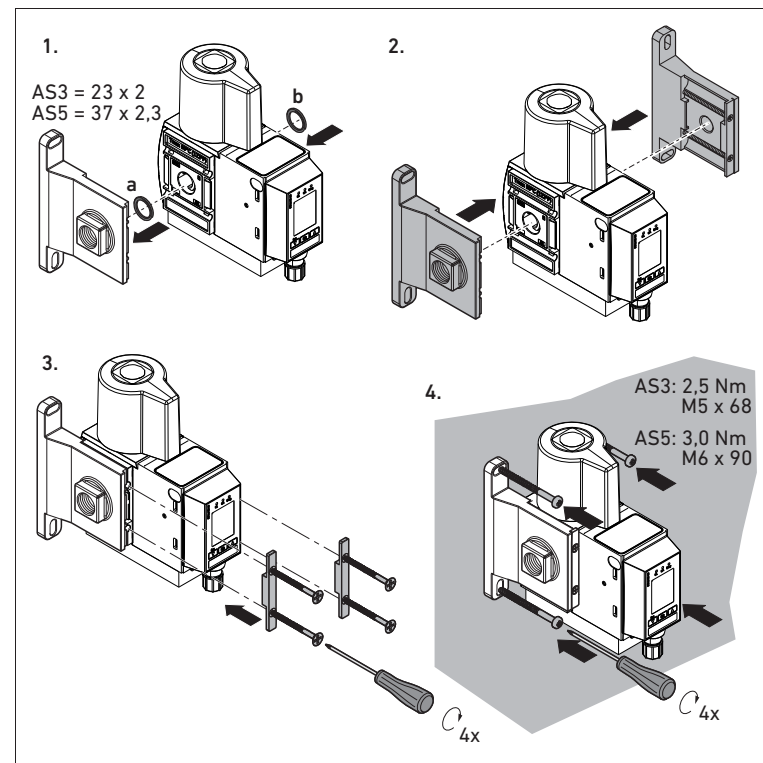

fig 2: Fastsättning av EV1X som en enskild ventil
I fig. 2 visas monteringen av fastsättningskomponenterna för en enskild ventil.
Följ beskrivningen i fig 2 för att sätta fast en enskild ventil:
**i** Den blockmonterade enheten måste monteras på båda sidor med ett fixeringselement vardera på monteringsytan (se fig.2.)